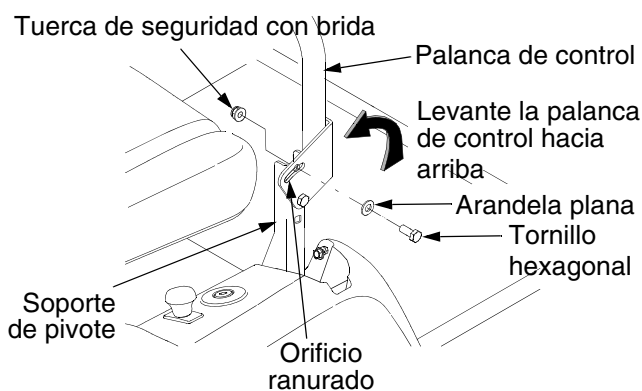

Figura 2
- Levante y gire esa palanca de control hacia arriba hasta que el orificio ranurado del soporte de la palanca se alinee con uno de los orificios del soporte de pivote. Consulte la Figura 2.
- Deslice la arandela plana hacia el tornillo hexagonal. **Desde afuera**, inserte el tornillo hexagonal con arandela a través de la ranura de la palanca de control y el orificio del soporte de pivote. Fije con la tuerca de seguridad con brida. Vea Figura 2.